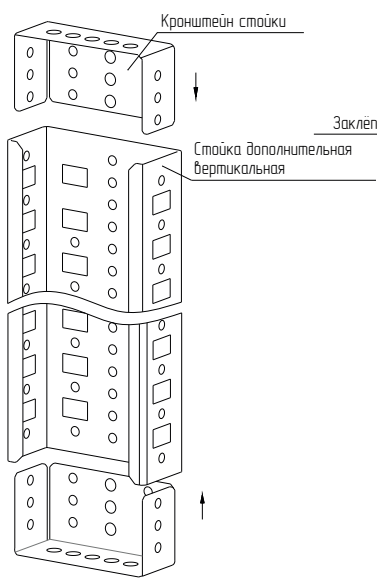
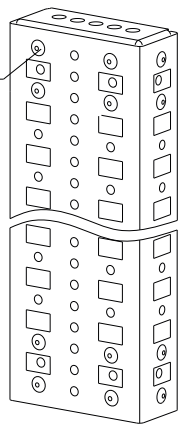

Рисунок 35
Рисунок 36
4.20.2 Вставить кронштейны стойки в стойку дополнительную вертикальную (рисунок 35) и зафиксировать вытяжными заклёпками (рисунок 36).